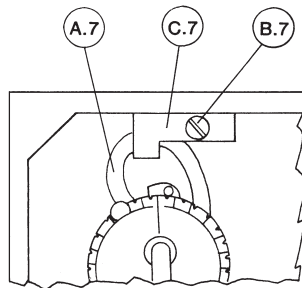

Fig. 7 - Dispositivo di blocco aria integrale
Mediante la valvola di by-pass si potrà anche regolare manualmente il processo durante l'esclusione della valvola di controllo. La valvola di by-pass non può essere prevista quando la valvola pneumatica ha, oltre la funzione di controllo, anche il compito di blocco di sicurezza. Le due valvole di intercettazione (4) prima e dopo la valvola di regolazione dovranno avere un passaggio uguale a quello della tubazione. La valvola di by-pass avrà preferibilmente un passaggio uguale a quello della valvola di regolazione, e ciò per rendere più agevole la regolazione manuale. Nell'eseguire l'installazione della valvola pneumatica, assicurarsi che il senso del flusso nella valvola coincida con la direzione della freccia stampigliata sul corpo. I collegamenti pneumatici da realizzare sono visibili in Fig. 4. Sul retro degli strumenti sono riportati gli stessi riferimenti indicati sullo schema per i vari attacchi pneumatici. Per i regolatori a azione PI (proporzionale-integrale) e PID (proporzionale-integrale-derivativa) occorre verificare che l'attacco "I" (aria-integrale) sia stato chiuso con un tappo $\frac{1}{4}$ " NPT e che la vite (B.7) sia allentata onde permettere il regolare passaggio dell'aria nel tubetto (A.7) al di sotto della piastrina (C.7), Fig. 7. Il collegamento alla valvola pneumatica di controllo, quando il regolatore è provvisto di pannello automatico, è illustrato al paragrafo E; riferirsi a Fig. 5 per regolatori a sola azione proporzionale o proporzionale-derivativa ed a Fig. 6 per regolatori ad azione proporzionale-integrale o proporzionale-integrale-derivativa.
This by-pass valve arrangement allows temporary manual control of the process, should the control valve be removed. By-pass valve should not be installed when the pneumatic valve is responsible for safety shut-off service in addition to the control function. Isolation stop valves (4), upstream and downstream control valve, must be of the same size as the process piping. By-pass valve should preferably be of the same size as the main control valve, thus making manual control easier. When installing control valve make sure that valve flow direction shown by an arrow on valve body corresponds to fluid direction in the process line. Pneumatic piping arrangement is shown in fig. 4. On the back of controller case, same references for the various connections shown in pneumatic connections scheme are indicated. On PI (proportional-integral) and PID (proportional-integral-derivative) controller, the "I" - Air integral connection must be plugged with $\frac{1}{4}$ " NPT plug and the screw (B. 7) must be loosened to permit the air passage in the flexible tube (A. 7) positioned under the plate (C.7) Fig. 7. For control signal piping arrangement to pneumatic valve when an auto-manual station is used, see paragraph E making reference to Fig. 5 for controllers with proportional or proportional-derivative action and to Fig. 6 for proportional-integral and proportional-integral-derivative action controllers.